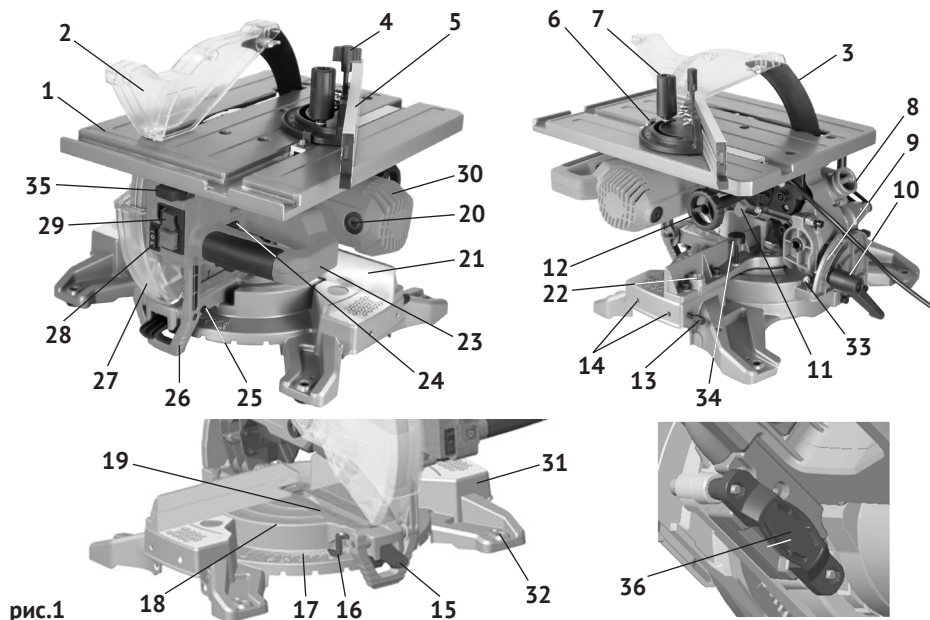

рис.1
Пила торцевая (торцовочная) электрическая, комбинированная (далее по тексту - пила), сочетает все функции торцевой и настольной пилы. Пила предназначена для выполнения прямых, боковых, распилов под наклоном и комбинированных резов в древесине, ДСП, ДВП, пластмассах. Основным несущим узлом режущего блока пилы является металлический редуктор, закрытый с двух сторон металлическими кожухами. К редуктору крепится пластиковый корпус двигателя (рис.1 поз.30), с закреплённой на нём рукояткой управления (рис.1 поз.23). Уникальностью этой модели является возможность перемещения моторного блока в верхнее и нижнее положение, в зависимости от необходимой операции (распиловка или распилы под углом, торцевание). Таким образом эта функция позволяет получить высокие характеристики по глубине реза как в режиме распиловочного станка, так и торцевой пилы. Это реализовано как в ручном, так и в автоматическом режиме с помощью сервопривода перемещения режущего блока. Возвратная пружина на оси суппорта, возвращает режущий блок в исходное положение. Заготовка на рабочем столе торцевания может быть повернута на угол от 0 до 45° в обе стороны, за счёт поворотного стола (рис.1 поз.18). На основной рукоятке пилы расположены: клавиша выключателя (рис.1 поз.24), для работы в режиме торцевания, магнитный пускатель (рис.1 поз.29), для работы в режиме настольной пилы и переключатель (рис.1 поз.28) переключатель режимов работы/положения режущего блока. Конструкция пилы позволяет осуществлять пропилы, кроме вертикальных (0 - 90°): косые пропилы материала под заданным углом от 0 до 45° относительно задней кромки заготовки в обе стороны (смещением поворотного стола) и наклонные пропилы с заданным углом (от 0 до 45°) относительно вертикальной оси влево. В режиме настольной пилы - поперечное пиление заготовок толщиной до 70 мм. Крутящий момент с якоря электродвигателя шестернёй передаётся на шпиндель, соосный с двигателем. На шпиндель, между опорным и зажимным фланцами крепится пильный диск. Диск является основным рабочим инструментом для резки выбранных материалов. Пила рассчитана на повторно-кратковременный режим работы (S3) с номинальным периодом времени: работа/перерыв – 15 мин/5 мин. Установленный в машине коллекторный электродвигатель с двойной изоляцией (машина класса II по ГОСТ Р МЭК 60745-1-2011) обеспечивает максимальную электробезопасность при работе от сети переменного тока и избавляет от необходимости применения заземления. Степень
На левом неподвижном кожухе пилы стрелкой указано направление вращения диска. Металлическая станина (рис.1 поз.31) пилы устанавливается на ровную горизонтальную поверхность. Для крепления пилы на верстаке (рабочем столе) в ножках станины имеются 4-е крепёжных отверстия. При пилении длинных заготовок в станину крепятся 2-е дополнительные опоры. Распиливаемая заготовка плотно прижимается к параллельному упору (рис.1 поз.21) и крепится к рабочему столу струбциной. Для отвода стружки в комплект поставки входит пылесборник, который крепится к патрубку (рис.1 поз.8) неподвижных кожухов. К патрубку можно подключить промышленный пылесос.
- проверьте работоспособность выключателя электродвигателя инструмента. Не подключая пилу к электросети, нажмите и отпустите клавишу выключателя (рис.1 поз.24) – она, без задержки, должна возвратиться в исходное положение;
- проверьте состояние и надёжность крепления подвижного защитного кожуха торцевания (рис.1 поз.27), чёткость его срабатывания и фиксации при переводе пилы в настольный режим. Проверить надёжность установки и соосность с диском расклинивающего ножа, а также надёжность крепления и чёткость срабатывания защитного кожуха верхнего (рис.1 поз.2). Запрещается работать пилой, подвижные защитные кожухи которой неисправны или повреждены;
Установить пилу на ровной твёрдой поверхности верстака (рабочего стола). В целях уменьшения вибрации пилы рекомендуется закрепить основание (рис.1 поз.31) к верстаку, используя крепёжные отверстия (рис.1 поз.32) в ножках.
При пилении длинных заготовок в отверстия (рис.1 поз.14) основания вставить опоры дополнительные и зафиксировать их винтами фиксации (рис.1 поз.13).
На патрубок пылеотвода (рис.1 поз.8) установить пылесборник, (входит в комплект поставки) или подключить промышленный пылесос.
- вытянуть установочный штифт (рис.1 поз.25) из основания, повернув скобу фиксации (рис.1 поз.26) от себя придерживая за рукоятку управления (рис.1 поз.23) режущий блок (редуктор с двигателем, наклонно-поворотный суппорт и рабочий стол настольного пиления);
- вытянуть установочный штифт (рис.1 поз.25) из основания; нажимая на рукоятку управления (рис.1 поз.23), переместить, преодолевая сопротивление возвратной пружины, режущий блок в верх.
- разблокировать режущий блок, для этого сдвинуть и удерживать на себя фиксатор положения режущего блока (рис.1 поз. 36), после этого нажать переключатель режимов работы в положение режущего блока (рис.1 поз.28) в положение 1, режущий блок с помощью сервопривода начнет движение вверх.
Или в ручном режиме / Разблокировать режущий блок, для этого сдвинуть на себя фиксатор положения режущего блока (рис.1 поз. 36) после этого вращая маховик перемещения режущего блока (рис.1 поз.12) против часовой стрелки, поднимаем режущий блок в рабочее положение до упора.
- перевести переключатель режимов работы/положения режущего блока (рис. 1 поз. 28) в положение 2;
- нажать на клавишу выключателя (рис.1 поз.24).
- перевести переключатель режимов работы/положения режущего блока (рис. 1 поз. 28) в положение 1;
- для включения двигателя нажать зелёную кнопку магнитного пускателя (рис.1 поз.29), для отключения двигателя – нажать красную кнопку.
- поднять рабочий стол (рис.1 поз.1) в крайнее верхнее положение;
- зафиксировать подвижный кожух (рис.1 поз.27) в верхнем положении;
Стол поворотный (рис.1 поз.18) вместе с режущим блоком, имеет возможность установки заданного угла поворота в обе стороны, относительно задней кромки заготовки в пяти фиксированных положениях: 0; 15; 22,5; 30; или 45 градусов;
- ослабить винт блокировки поворотного стола (рис.1 поз.34);
- нажать рычаг фиксации (рис.1 поз.15) угла поворота стола;
- повернуть стол (вправо/влево) до совпадения стрелки-указателя (рис.1 поз.16) с нужным значением шкалы (рис.1 поз.17);
- затянуть винт блокировки (рис.1 поз.34).
- ослабить (поворот против часовой стрелки) рукоятку фиксации (рис.1 поз.10) угла наклона режущего блока;
- за рукоятку управления (рис.1 поз.23) повернуть режущий блок на нужный угол – до совпадения стрелки-указателя (рис.1 поз.33) с нужным значением шкалы (рис.1 поз.9);
Нажать на клавишу выключателя (рис.1 поз.24) для включения пилы. После включения пилы дождитесь, пока пильный диск наберет максимальные обороты. Разблокировать подвижный защитный кожух (рис.1 поз.27). Нажатием на рукоятку управления (рис.1 поз.23), плавно